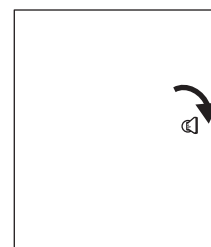

図4
- ③ 最後に後扉のカギを右に回し扉を閉めます (図4)
- ④ オープンに戻しロックを解除してください。表扉のインジケータが緑になっていることを確認してください。